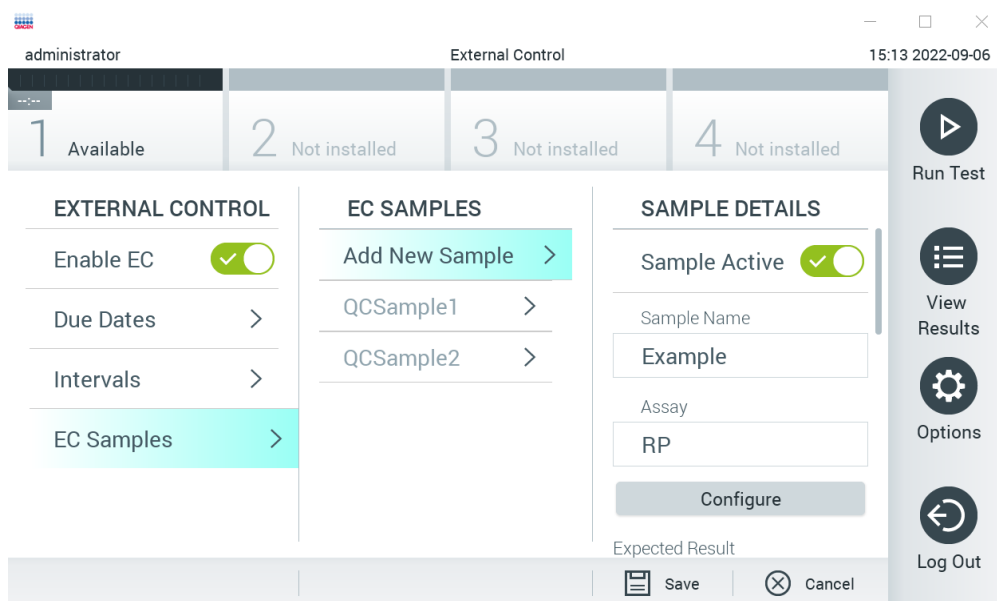
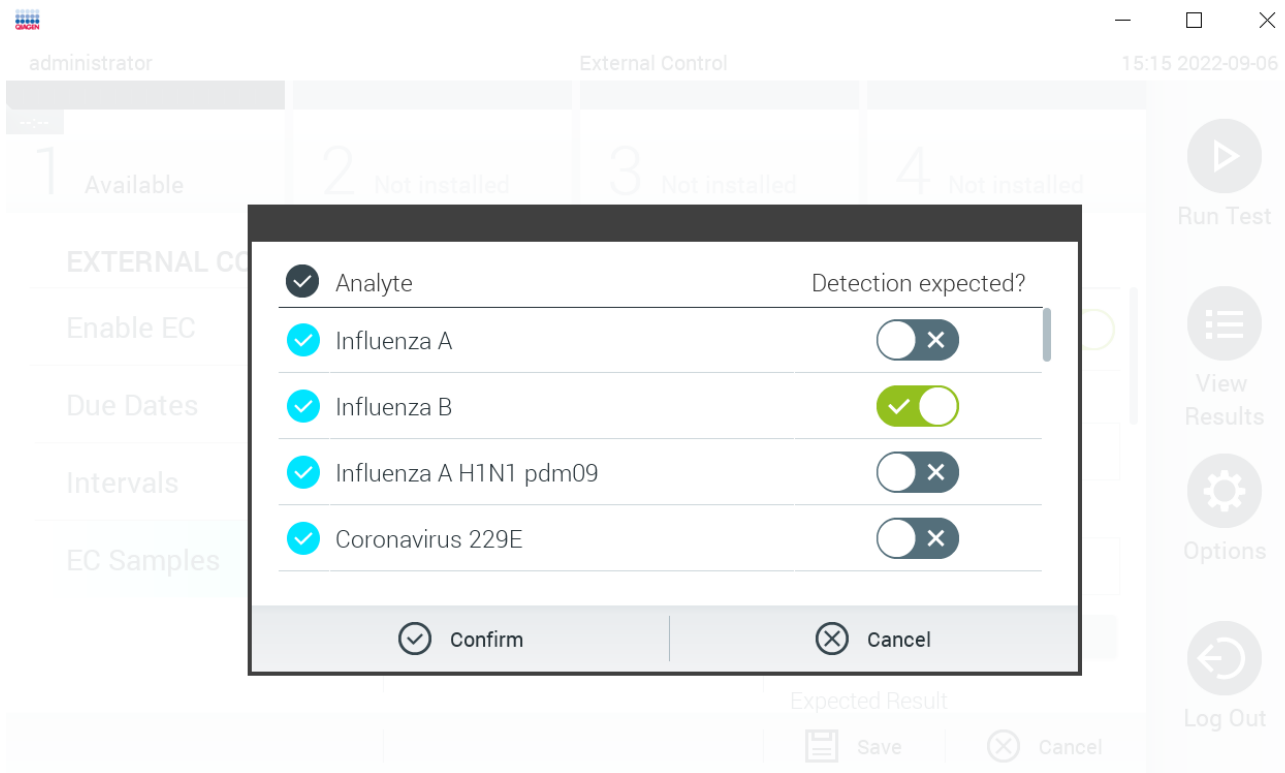

Figura 53. Ecrã External Control EC Samples (Amostras de EC do controlo externo).
Figura 54. Ecrã de configuração External Control EC Sample (Amostra de EC do controlo externo).
5. Selecione **EC Samples** (Amostras de EC) para adicionar ou editar amostras que sejam usadas num teste de controlo externo. Para adicionar uma nova amostra de EC, prima **Add new Sample** (Adicionar nova amostra) e, em seguida, prossiga com a configuração na coluna à direita (Figura 53). Para editar uma amostra de EC, selecione uma amostra existente na coluna do meio e continue com a configuração na coluna da direita.
6. Selecione **Configure** (Configurar) para editar os analitos num teste de controlo externo (Figura 53). Na configuração External Control EC Sample (Amostra de EC do controlo externo), é possível determinar se um analito é considerado para a execução de EC de controlo externo e se a deteção é esperada (Figura 54).